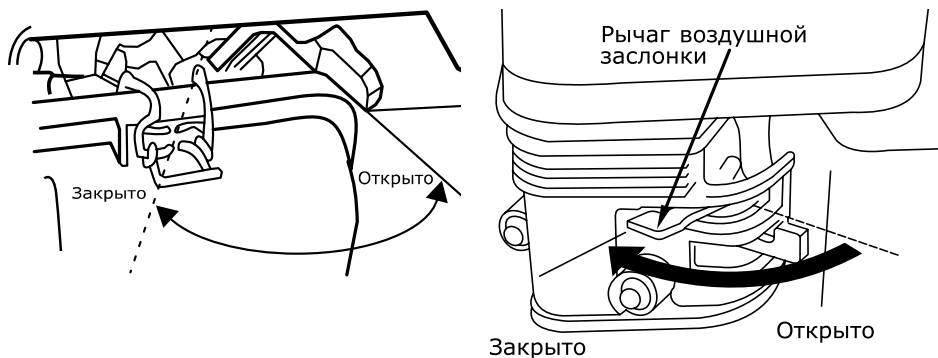

Рис. 11. Топливный кран
6. Поверните топливный кран в положение «Открыто» (рис. 11).
- Перекройте топливный кран, установив его в положение «Закрыто» (рис. 11).